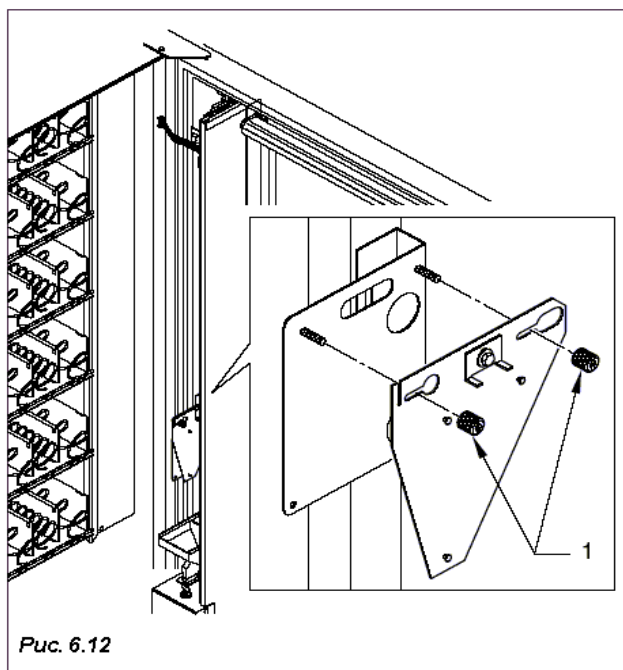

Рис. 6.12
- Отсоедините крепежный кронштейн от торгового автомата (Рис. 6.12 - поз. 1).
- Навесьте монетоприемник на крепежный кронштейн (Рис. 6.12).
- Закрепите кронштейн двумя цилиндрическими гайками (Рис. 6.12 - поз. 1).